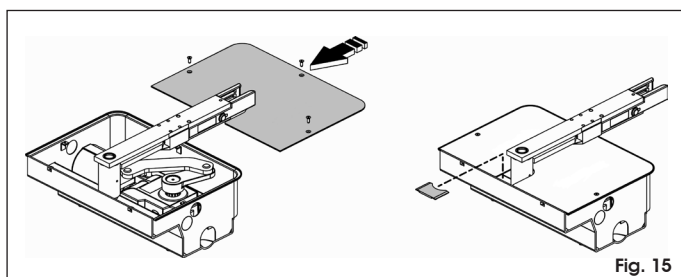

Fig. 15
4. Fissare il coperchio della cassetta tramite le viti in dotazione (Fig. 15).